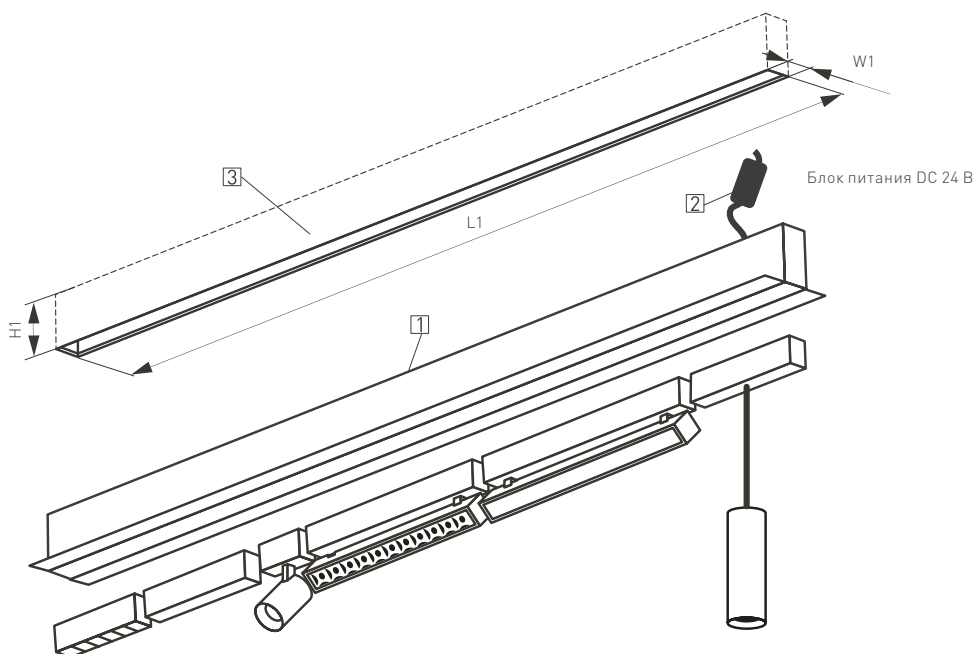

Рис. 2. Монтаж магнитного шинопровода серии 2538
- 3.1. Подготовьте в монтажной поверхности нишу [3] по размерам, указанным в таблице 2.1 (здесь и далее см. рисунок 2).